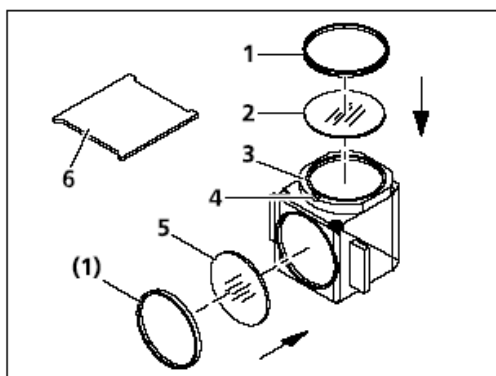

图 3-42 更换反射镜模块的滤光片
- 将反射镜模块FL P&C（图3-42/3）从反射镜转盘上取下，将其放在一旁（同时参考3.1.6章）。
- 使用原配工具拧下附加套环（图3-42/1）。
- 翻转反射镜模块，让滤光片（图3-42/2或5）掉入到一个松软的干净擦镜纸表面。
- 将发射滤光片插到图3-42/2，将激发滤光片插到图3-42/5。然后用附加套环（图3-42/1）固定。
发射滤光片和激发滤光片都有名称和箭头。箭头表示滤光片在反射器模块上的安装方向，且总是指向内部（参见图 3-42 的箭头）。
把适当的发射滤光片安装到相应的反射镜模块时，标记应对准定位槽（图3-42/4）。这样做将保证反射镜模块内的顶角均等，并可补偿图像偏移或者使图像的偏移达到最小——Zeiss 滤光片组的图像偏移量已经很小——这样做能使之甚至更小。